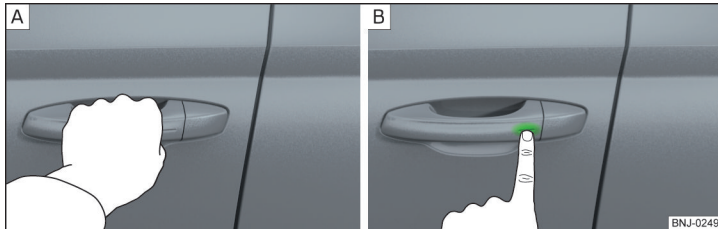

Abb. 31 Fahrzeug entriegeln / Fahrzeug verriegeln
- Den Türgriff greifen, um das Fahrzeug zu **entriegeln** » Abb. 31 - A.
- Den Sensor am Türgriff mit dem Finger berühren, um das Fahrzeug zu **verriegeln** » Abb. 31 - B.